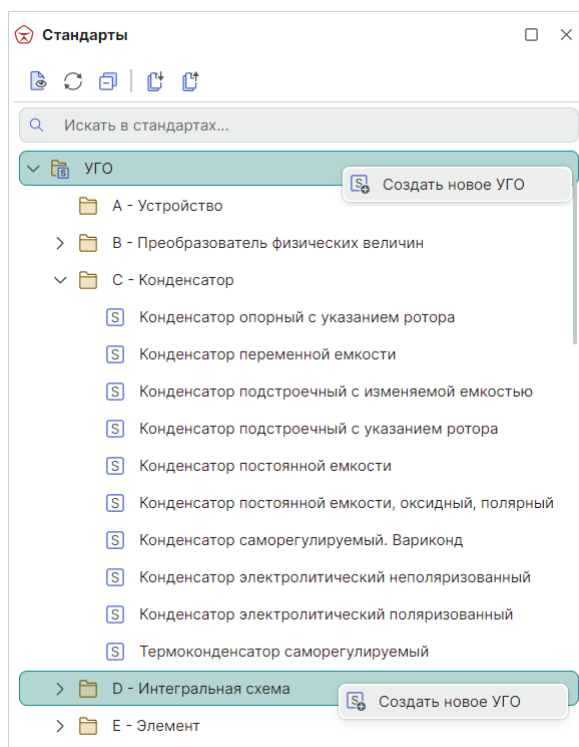

Рис. 43 Выбор узла для создания УГО
1. Вызовите контекстное меню для узла «УГО» (для создания УГО в корне дерева «УГО») или для конкретной папки (для создания УГО в рамках определенного семейства), см. Рис. 43.